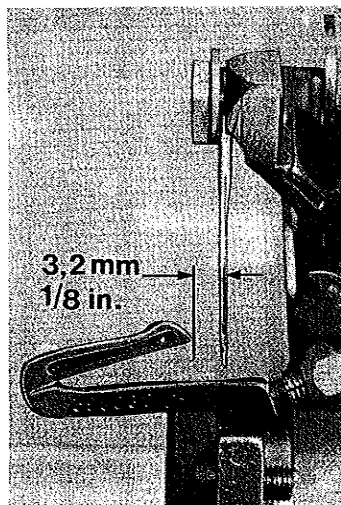

Fig. 4
Now insert lower looper (A, Fig.4) into bar (B). With lower looper at the left end of its stroke, set looper point 3,2 mm (1/8 inch) from the center of the needle, using looper gauge No.21225-1/8.
Jetzt schieben Sie den Untergreifer (A, Fig.4) in die Stange (B). Wenn der Untergreifer in seiner Endstellung links ist, stellen Sie die Greiferspitze mit einem Abstand von 3,2 mm zur Nadelmittle ein. Verwenden Sie dazu die Greifereinstellehre Teil-Nr.21225-1/8.